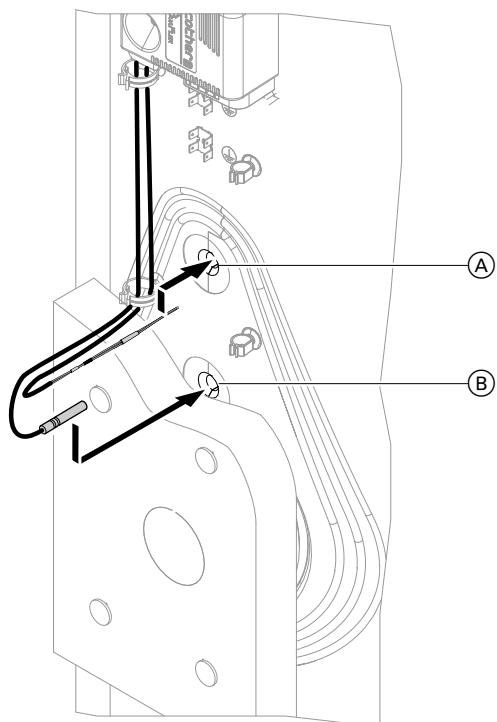

Fig. 19
Pour des besoins élevés en eau chaude, il est possible de passer du profil de soutirage L au profil XL. Pour cela, retirer du doigt de gant ① la sonde de température ECS montée départ usine et l'insérer dans le doigt de gant ②, voir fig. 19.